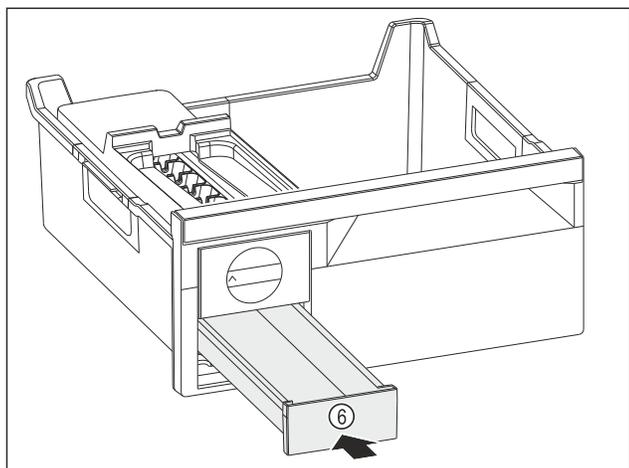

Fig. 129
- ▶ Insérer le compartiment à glaçons Fig. 129 (6).